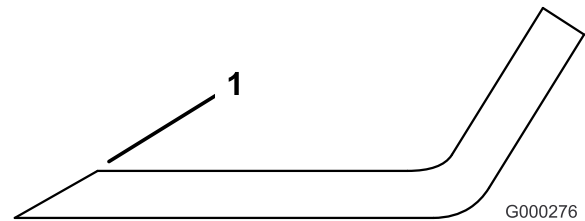

Figura 77
- Utilice una lima para afilar el filo de corte en ambos extremos de la cuchilla (Figura 77). Mantenga el ángulo original. La cuchilla permanece equilibrada si se retira la misma cantidad de material de ambos bordes de corte.